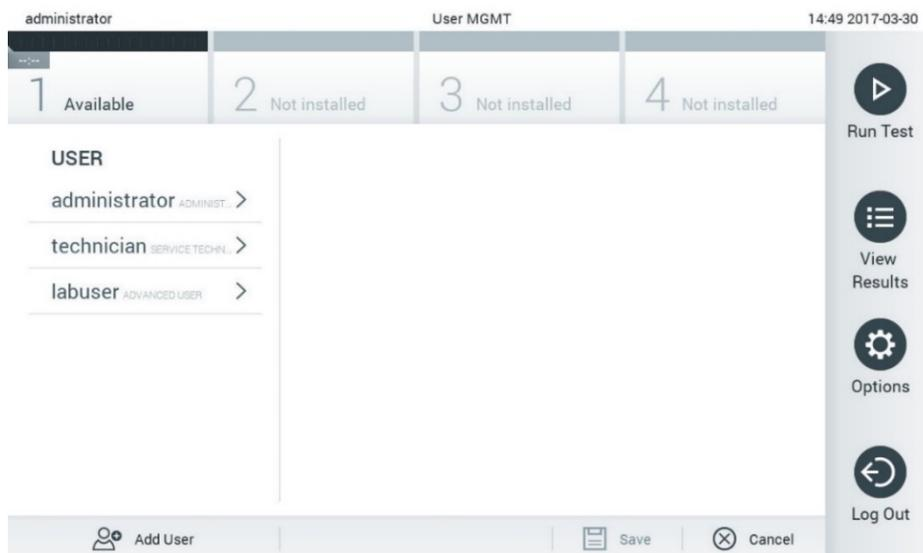

Figura 59. Pantalla User management (Administración de usuarios).
1. Pulse el botón Options (Opciones) y, a continuación, el botón User Management (Administración de usuarios) para configurar los usuarios. Aparecerá la pantalla User Management (Administración de usuarios) en la zona de contenido de la pantalla (figura 59).